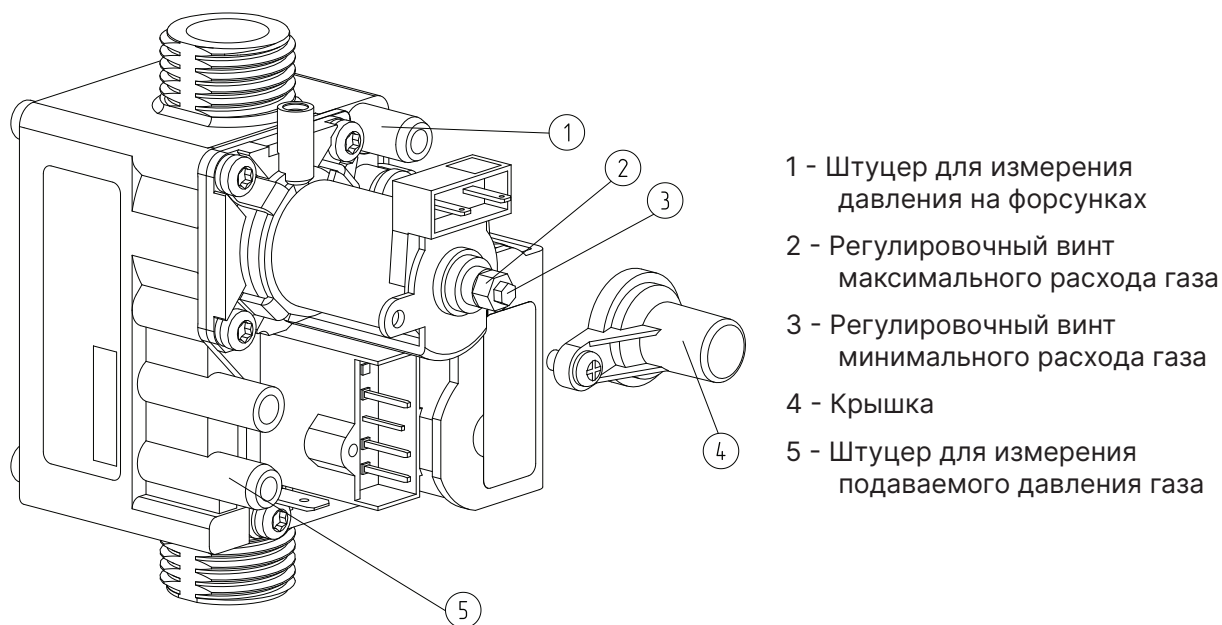

Рис. 33 Схема газового клапана
- Ослабьте резьбовую заглушку на измерительном ниппеле (**Рис. 33, поз.1**);
- Плюсовой (+) вход дифференциального манометра подключите к измерительному ниппелю (**Рис. 33, поз.1**).
- При необходимости снимите крышку модулятора (**Рис. 33, поз.4**) и поверните латунный винт (**Рис. 33, поз.2**) ключом до достижения давления, указанного в **Табл. 9** для соответствующей модели котла и соответствующего типа газа (затягивание гайки - повышение давления, ослабление гайки - снижение давления).
- При необходимости поверните винт (**Рис. 33, поз.3**) до достижения давления, указанного в **Табл. 9** для соответствующей модели котла и соответствующего типа газа (затягивание винта - повышение давления, ослабление винта - снижение давления);
- Открутите винт на штуцере (**Рис. 33, поз.5**) и присоедините к штуцеру шланг манометра;